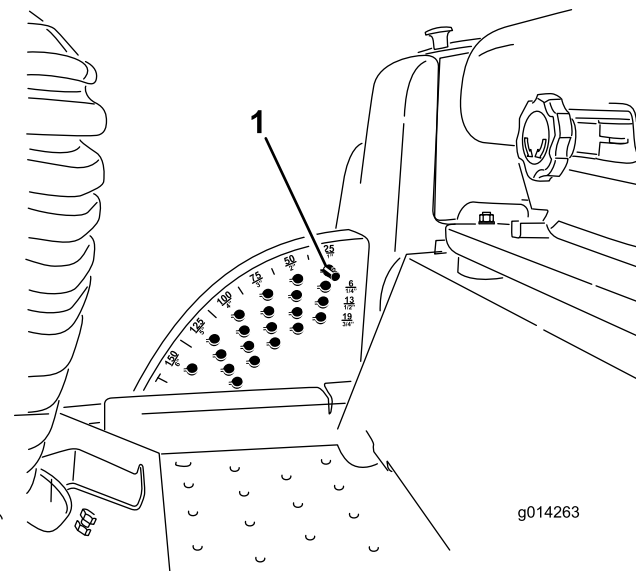

Figure 26
1. Lorsque le moteur tourne, repoussez la commande de levage du tablier de coupe en arrière jusqu'à ce que le tablier soit complètement levé puis **relâchez immédiatement** la commande comme illustré à la Figure 26.
2. Tournez la goupille de hauteur de coupe jusqu'à ce que la saillie soit en face des fentes dans les trous du support de hauteur de coupe et déposez-la (Figure 26).
3. Placez la goupille dans le trou du support correspondant à la hauteur de coupe voulue et tournez-la pour la verrouiller en place (Figure 26).
Remarque: Il y a 4 rangées de trous (Figure 26). La première rangée donne la hauteur de coupe indiquée au-dessus de la goupille. La deuxième rangée donne la hauteur indiquée plus 6 mm ($\frac{1}{4}$ po). La troisième rangée donne la hauteur indiquée plus 12 mm ($\frac{1}{2}$ po). La dernière rangée donne la hauteur indiquée plus 18 mm ($\frac{3}{4}$ po). Un seul trou, situé dans la deuxième rangée, correspond à la hauteur de 15,8 cm (6 po). Il n'ajoute pas 6 mm ($\frac{1}{4}$ po) à la hauteur de 15,8 cm (6 po).